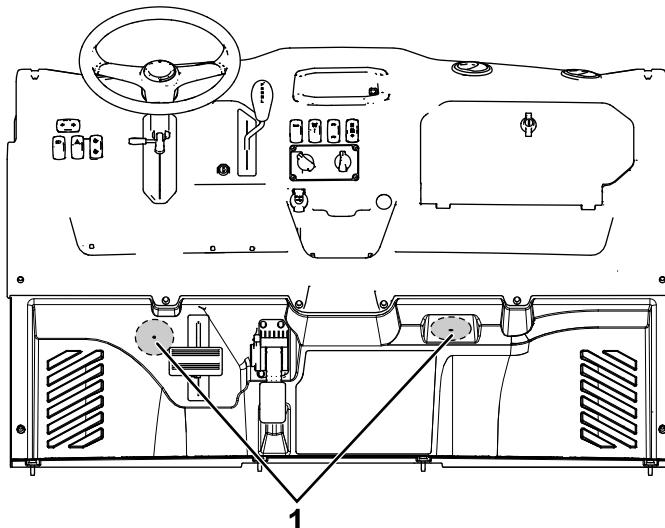

Figura 12
- Individuate le 2 cavità pilota per la foratura nella pedana (Figura 12) e praticate 2 fori (76 mm) direttamente sulle cavità pilota.